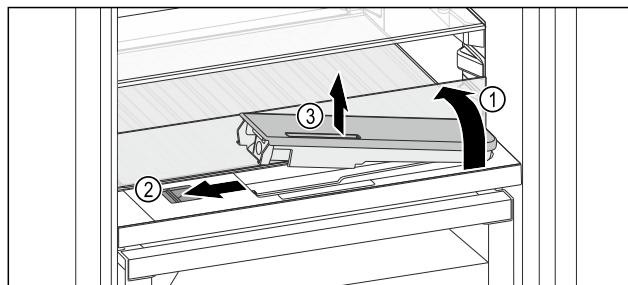

Fig. 126
- Glasplatte anheben und bis zum Anschlag nach hinten klappen Fig. 126 (1).
- Schieber Fig. 126 (2) nach links schieben.
- Wassertank entnehmen Fig. 126 (3).